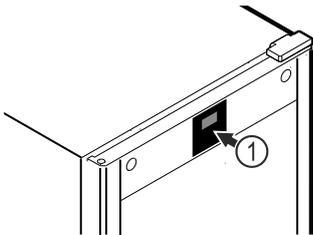

Fig. 52 Immagine a titolo di esempio
Il termometro viene calibrato in fabbrica (scostamento di +6 kelvin). Se la temperatura interna differisce dal display della temperatura Fig. 52 (1), è possibile calibrare il termometro.